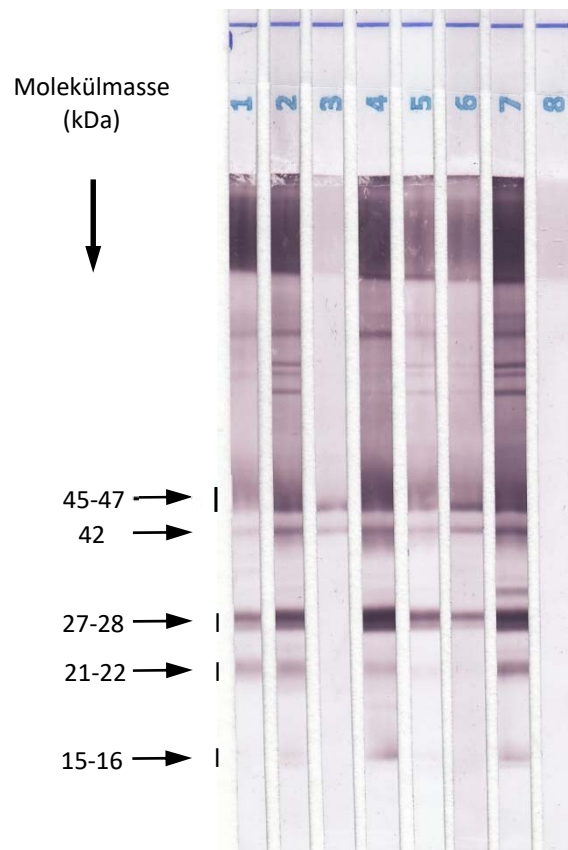

Abb. 1: Beispiele positiver und negativer Ergebnisse
- 5 Banden sind am häufigsten vorhanden: **P15-16, P21-22, P27-28, P42 und P45-47** bei den entsprechenden Molekulargewichten (siehe Foto auf **Abb. 1**).